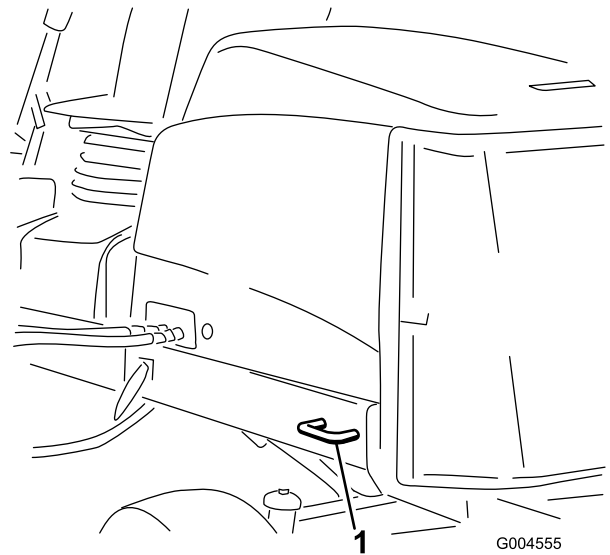

Bild 98
- **Heck der Maschine:** Jede Maschinenseite am Hinterrahmen (Bild 98).